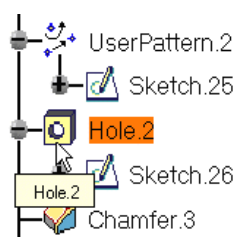
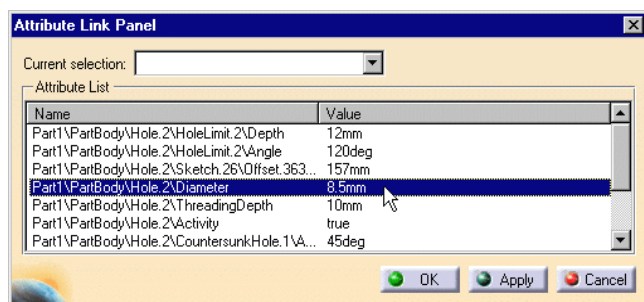

图 6-481
图 6-482
- » 步骤04 从特征树(从3D或从CATDrawing文档)中选择文本将要链接到的对象。例如,从CATPart的特征树中选择Hole 2(孔2),如图6-481所示。在Drafting(工程制图)窗口中将弹出Attribute Link Panel(属性链接面板)对话框,如图6-482所示。